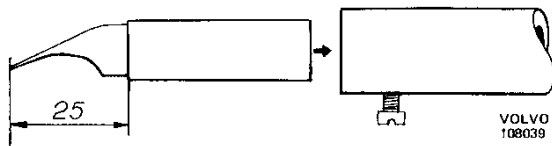
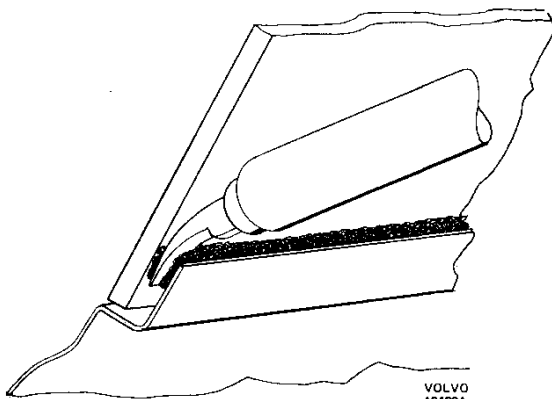

Abb. 47 LötKolben zum Heraustrennen der Frontscheibe. Leistung: ca. 200 W Heizkörper: max. 300 mm Ø.
Abb. 48 Ausbau der geleimten Frontscheibe
5. Frontscheibe mit einem heißen LötKolben ausschneiden, siehe Abb. 47. Die Spitze des LötKolbens wird vom Fahrgastraum aus zwischen Scheibe und Blecheinfassung angesetzt (Abb. 48) und danach um die Scheibe herumgeführt. Die Frontscheibe läßt sich dann von Hand nach außen herausdrücken. Nicht abgetrennte Klebebandstreifen werden evtl. mit dem Messer abgeschnitten.